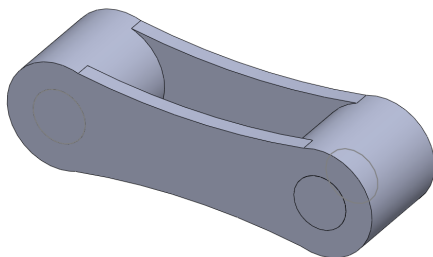

图 10-50 镜向零部件效果
(4) 选择 10-47b 零部件对象，单击【确定】按钮 ，即可镜向零部件对象，效果如图 10-50 所示。